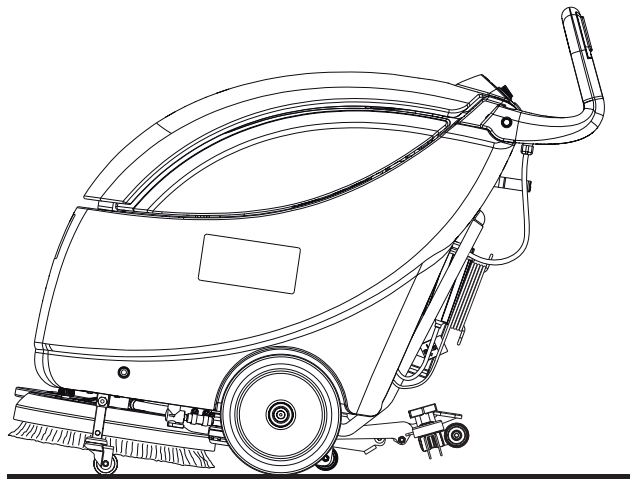

Figure 3
10. Relâcher les boutons-poussoirs de rotation de la brosse (51).
11. Pousser l'interrupteur (53) en position « 0 » pour arrêter le moteur d'aspiration.
12. Pousser l'interrupteur (52) en position « 0 » pour arrêter le moteur de la brosse.
13. Porter l'interrupteur général (26) sur « 0 » pour arrêter la machine.
14. Débrancher la fiche du câble d'alimentation (21) du réseau électrique et l'enrouler autour du logement.
15. Actionner la goupille de positionnement (24), puis activer le dispositif de transport / stationnement (23a) de la machine pour soulever la brosse / plateau support disque (voir la Figure 3).
1. Porter l'interrupteur général (26) sur « 0 » pour arrêter la machine.
2. Débrancher la fiche du câble d'alimentation (21) du réseau électrique et l'enrouler autour du logement.
3. Soulever l'embouchure (46).
4. Actionner la goupille de positionnement (24), puis activer le dispositif de transport / stationnement (23a) de la machine pour maintenir la brosse / plateau support disque soulevé (Figure 3).
6. Le travail effectué, afin de ne pas entraîner la brosse / disque sur le sol et de ne pas laisser des traces mouillées, déposer la brosse / disque de la tête en suivant la procédure de décrochage (voir la procédure suivante) et puis l'appuyer sur le support avant (33).